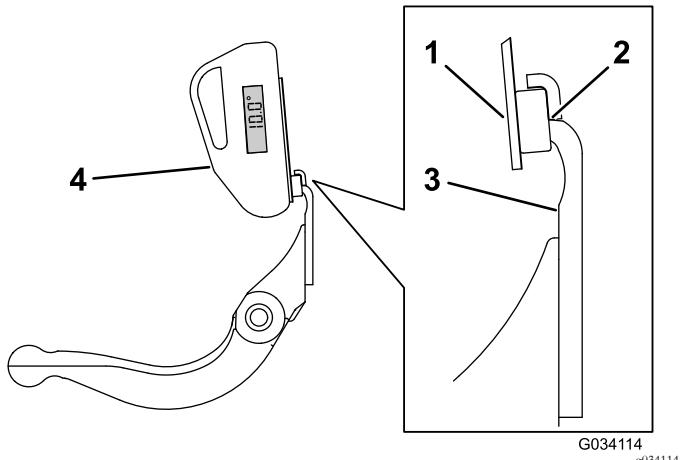

图28
3. 将角度指示器底座放在底刀边缘上以使磁体边缘与底刀边缘紧密配合 图28。
4. 如图28所示将角度指示器放置到底座上。